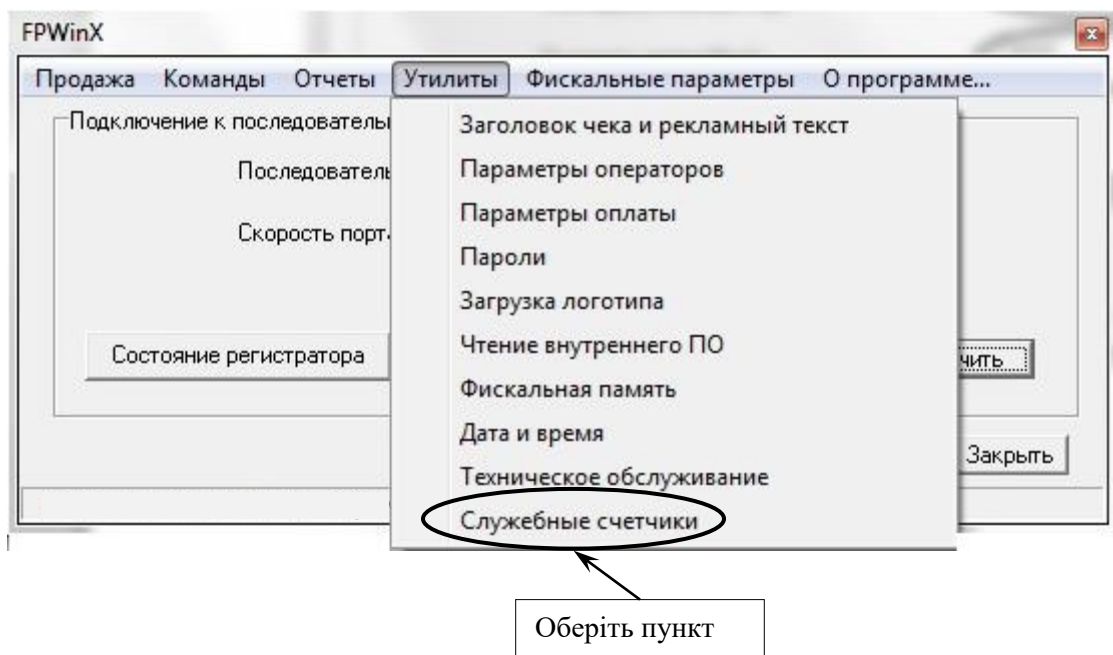

Рисунок 18
– у вікні програми обрати закладку «Утилиты», далі у випадіючому меню обрати пункт «Служебные счетчики» (рисунок 18);